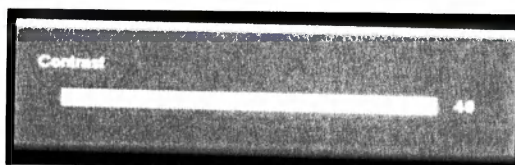

Рисунок 169
- настройте контрастность (см. рисунок 169), поворачивая кнопку управления экранным меню по или против часовой стрелки.